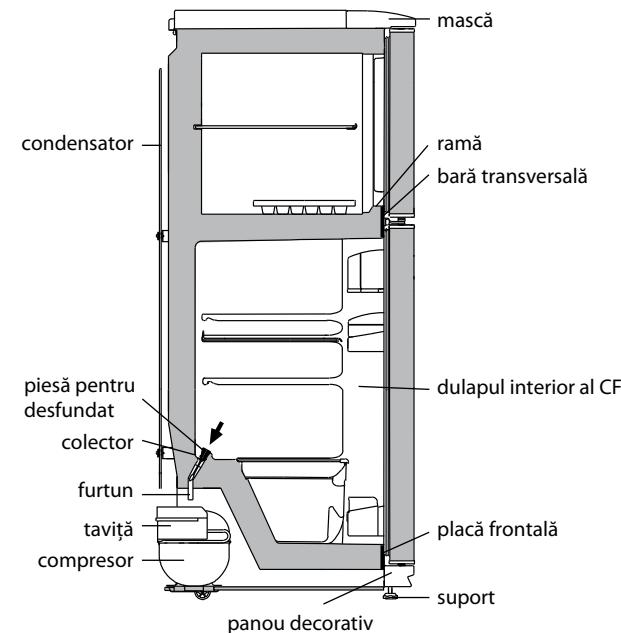

Figura 4 — Schema scurgerii apei provenite din dezghețarea CF
2.2.1 În CF funcționează un sistem automat de dezghețare. Bruma, care apare pe peretele din spate a CF, după deconectarea compresorului care lucrează în ciclu, se topește și se transformă în picături de apă. Picăturile de apă provenită din dezghețare se scurg în colector, apoi prin gaura acestuia și prin furtun - în taviță de pe compresor, în conformitate cu figura 4 și se evaporă.
Prezența apei în colector indică înfundarea sistemului de drenaj. Pentru eliminarea înfundării folosiți piesa corespunzătoare și curătați gaura colectorului, astfel ca apa să se scurgă liber în taviță, apoi spațiati piesa și instalați-o în conformitate cu figura 4.
SE INTERZICE să exploatați frigiderul cu sistemul de scurgere înfundat. Apa care a apărut pe fundul CF sau care a ajuns în locul de alăturare a barei transversale și a dulapului interior al CF, în conformitate cu figura 4, poate provoca coroziunea dulapului exterior al frigiderului și elementelor agregatului frigorific, defectarea izolației termice, formarea crăpăturilor dulapului interior și defectiunea frigiderului.
ATENȚIE! Nu permiteți scurgerea apei provenite din dezgheț din CC la decongelarea și curățarea acestuia, deoarece ea, pătrunzând în locul de alăturare a barei transversale și a ramei CC, în conformitate cu figura 4, poate provoca coroziunea dulapului exterior al frigiderului și a elementelor agregatului frigorific, defectarea izolației termice, formarea crăpăturilor ramei și defecțiunea dulapului frigiderului.